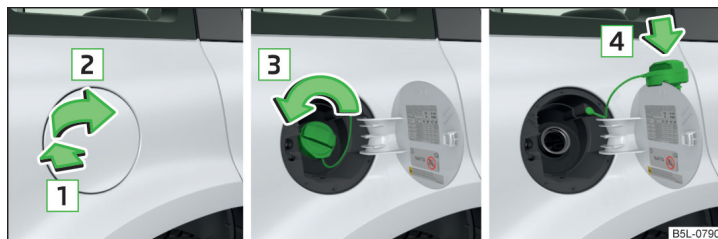

Fig. 155 **Abrir la tapa del depósito/ desenroscar el cierre del depósito/ colocar el cierre del depósito en la tapa del depósito**
- Presionar la tapa del depósito en el sentido de la flecha 1 y abrirla en el sentido de la flecha 2 » fig. 155.